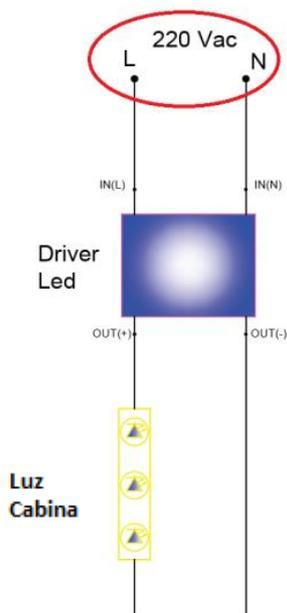

Fig. 1
- I. Identifiez la ligne électrique des lumières de l'ascenseur (Fig. 1).